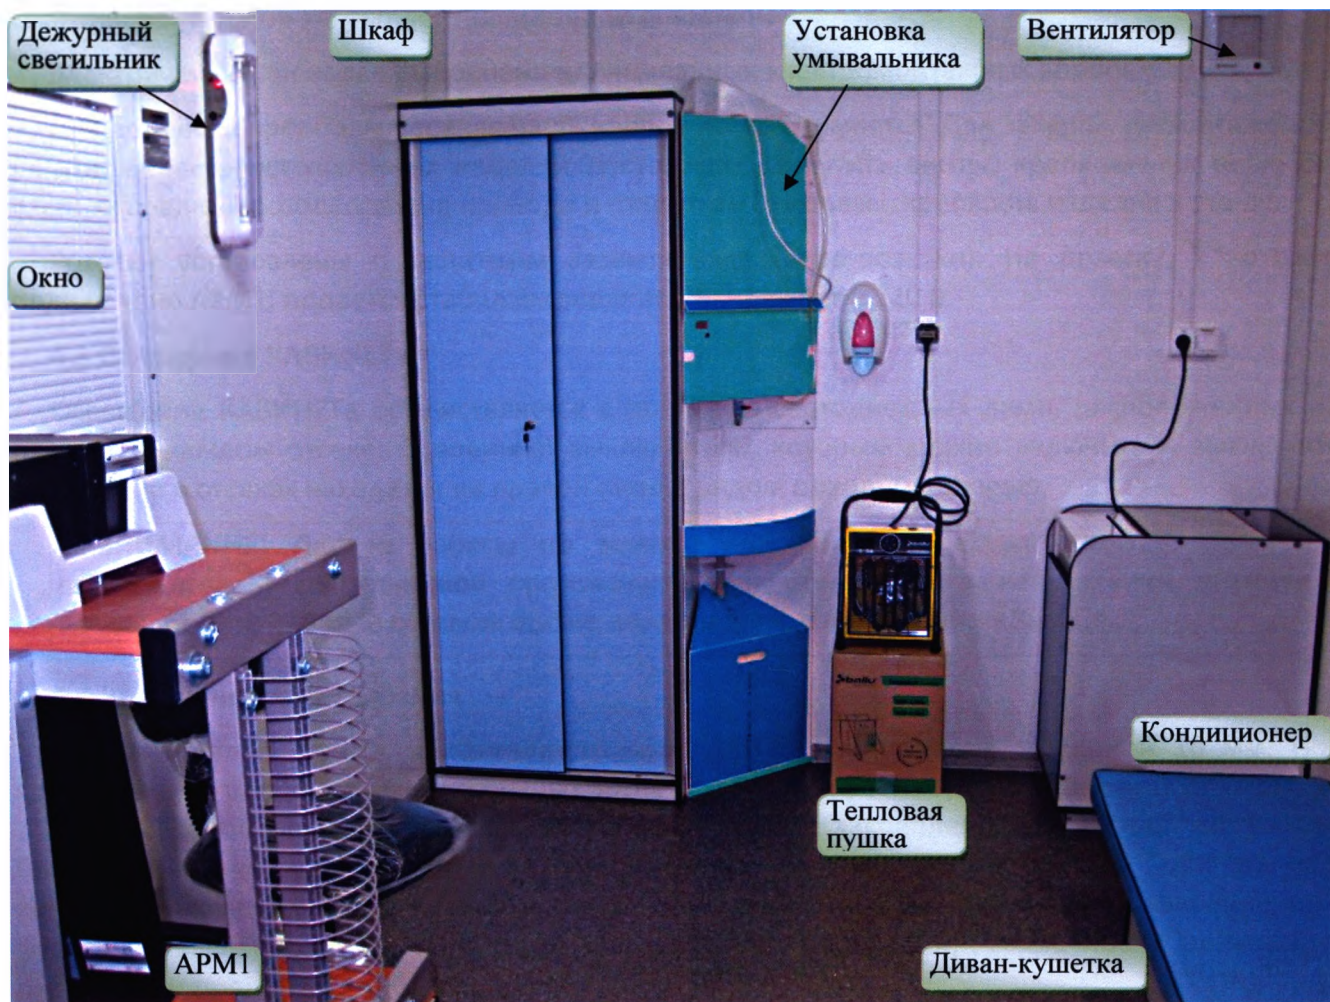

Рисунок 4 – Отсек медперсонала
Внутри фургон разделен перегородкой на 2 отсека: отсек флюорографии (процедурная) (рис.3), отсек медперсонала (рис.4). В КАБИНЕТе имеются две открывающиеся наружу двери и два окна. В качестве основной входной, как правило, используется правая дверь (по ходу движения автомобиля), а левая – для выхода пациентов в том случае, когда необходимо увеличить пропускную способность КАБИНЕТа. Для входа пациентов в КАБИНЕТ устанавливается один или два трапа с широкими рифлеными ступенями и поручнями. Разработаны два варианта установки трапов (Приложение В). В отсеке медперсонала на окна КАБИНЕТа установлены жалюзи для предотвращения попадания прямых солнечных лучей на монитор компьютера.
4.1.2 **Отсек медперсонала** (рис.4) расположен за раздвижной, трехстворчатой перегородкой с наполнителем из акрилового стекла. Перегородка может закрываться на ключ. Внутри этого отсека размещается автоматизированное рабочее место рентгенолаборанта (АРМ1), позволяющее получать и просматривать снимки.